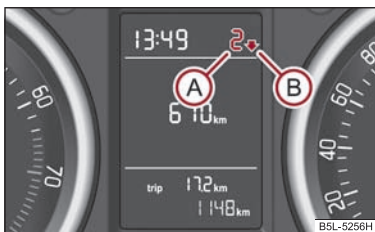

Fig. 17 Recomandare pentru schimbarea treptei de viteză
Pe afișajul panoul de bord se prezintă o informație despre treapta de viteză selectată (A) ⇒ fig. 17.